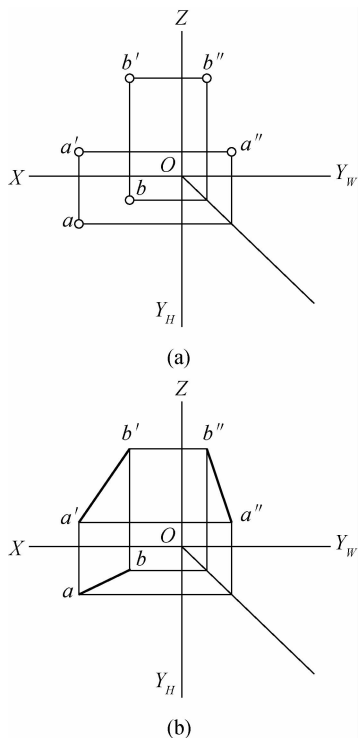

图 4
2. 【参考答案】绘制的图形如图 4 所示。参考作图步骤如下。
(1) 画出坐标系的 OX, OY_H, OY_W, OZ 轴及 45° 角度线。
(2) 在 XOY_H 面求 a , 在 XOZ 面求 a' , 在 Y_WOZ 面求点 a'' , 用细实线连接投影线 $aa', a'a''$, 如图 4(a)
(3)同理求出 bb' 、 $b'b''$ ，如图 4(a) 所示。
(4)用粗实线连接 $a'b'$ 、 ab 、 $a''b''$ ，即得到直线 AB 的三面投影，如图 4(b) 所示。